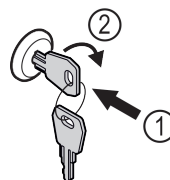

Fig. 191
- ▶ Sätt in nyckeln Fig. 191 (1).
- ▶ Vrid nyckeln 90° medurs Fig. 191 (2).